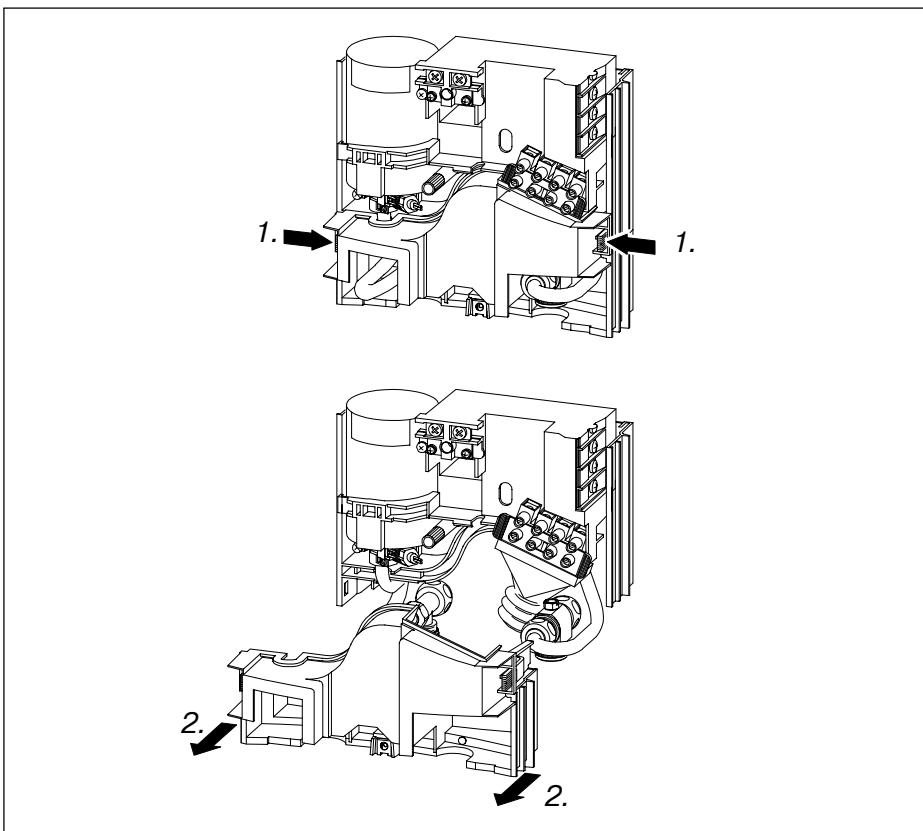

Рис. 12
- Нижнюю часть задней стенки снять за счет нажатия на фиксирующие крючки (см. рис. 12)